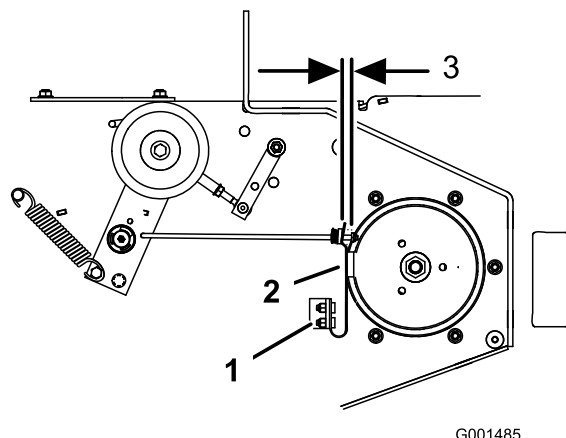

Figure 69
frotte contre les deux côtés de la gorge de la poulie (Figure 69).
4. Ajustez l'écrou à l'extrémité de la tige de frein jusqu'à ce que l'écrou et l'entretoise soient espacés de 3 à 5 mm (1/8 à 3/16") (Figure 69).